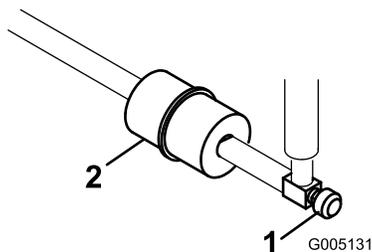

Figure 41
Le filtre à carburant en ligne se trouve dans la conduite d'alimentation, entre le réservoir de carburant et le carburateur (Figure 41).
1. Fermez le robinet d'arrivée de carburant (Figure 41).
2. Placez un bac de vidange sous le filtre, desserrez le collier sur le côté carburateur du filtre, et débranchez la conduite de carburant du filtre (Figure 41).
3. Desserrez l'autre collier et déposez le filtre (Figure 41).